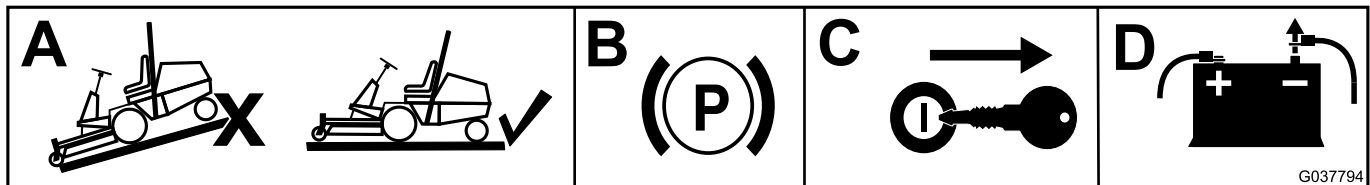

Figura 1
- Desplace la máquina a una superficie nivelada (cuadro A en la Figura 1).
- Accione el freno de estacionamiento (cuadro B en la Figura 1).
- Retire la llave del interruptor de encendido (cuadro C en la Figura 1).
- Retire el cable negativo de la batería (cuadro D en la Figura 1).